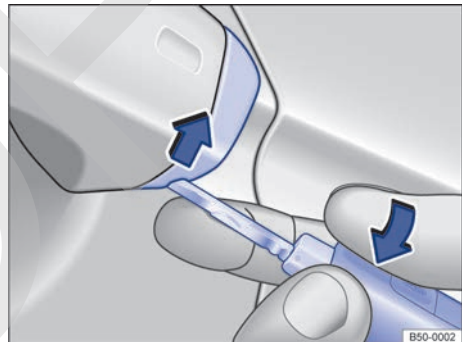

Fig. 54 Manilla de la puerta del conductor: desprender la caperuzita haciendo palanca.
- Tire de la manilla de la puerta del conductor y, al hacerlo, desprenda la caperuzita de abajo a arriba con cuidado → fig. 54 (flechas).